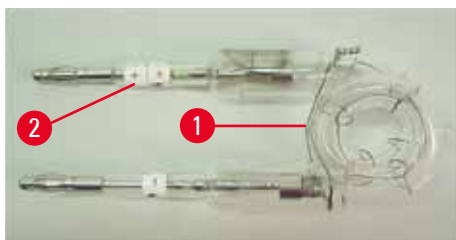
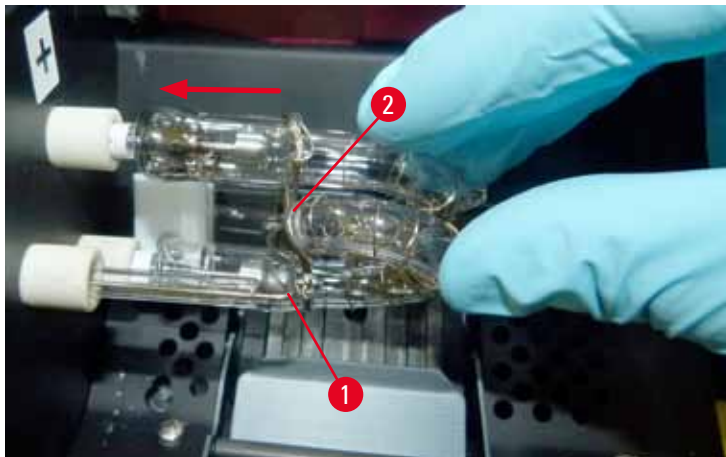

Fig. 18
Fig. 20
2. Sätt in den nya blyxtlampan (→ "Fig. 18") i lamphållaren (→ "Fig. 17-3"); och tryck sedan försiktigt in den så långt det går (→ "Fig. 20") (det ska inte gå att se polaritetsmärkingen (+) längre). Om det behövs kan du försiktigt föra blyxtlampan upp och ner.